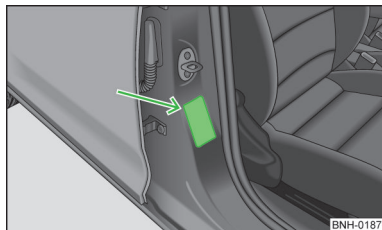

Fig. 124
- Pe stâlpul B, pe partea pasagerului față » fig. 124. Eticheta poate fi observată după deschiderea portierei pasagerului față.